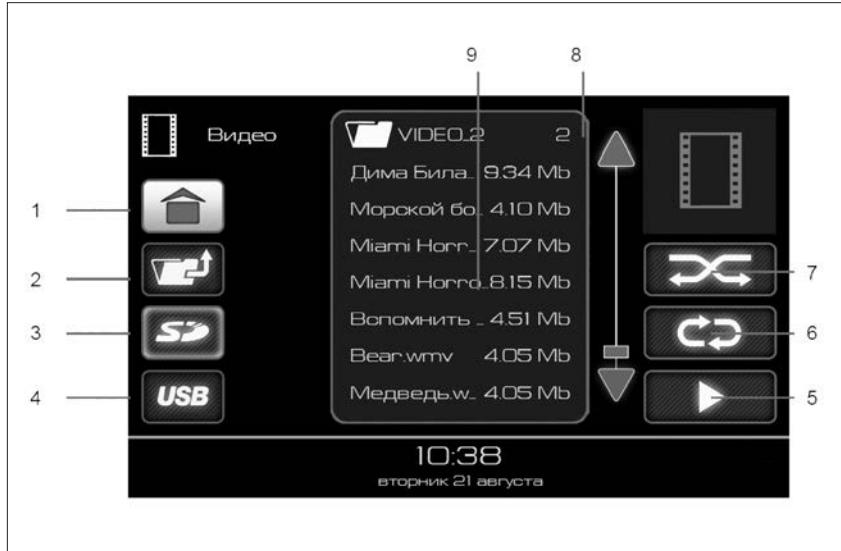
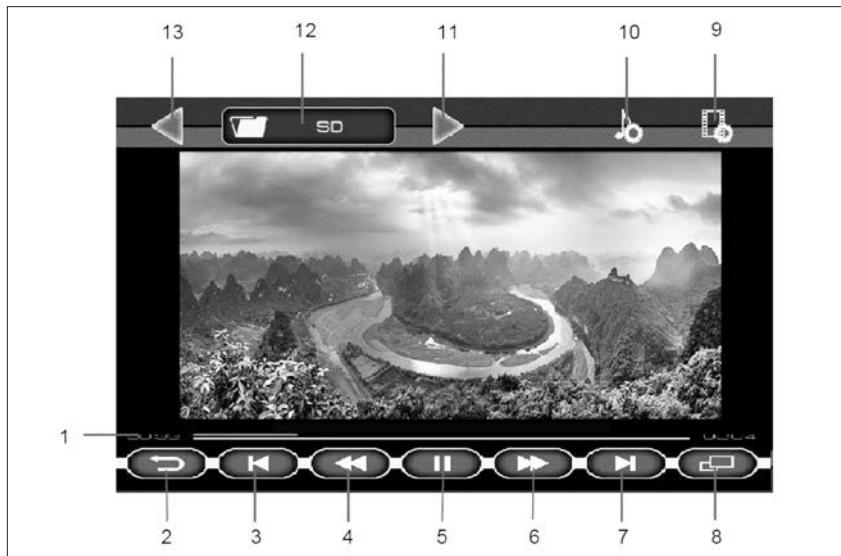

Рис. 58. Окно режима «ВИДЕО»
Рис. 59. Окно проигрывания видеофайлов
Примечание. При нахождении режима «**Видео**» в состоянии пауза (индикатор 5, рис. 59), повторный вход переведет MMC в режим проигрывания видеофайла.
Доступные для воспроизведения видеофайлы и папки отображаются в списке (9). Двойное нажатие на изображении папки  отобразит список видеофайлов в этой папке. Для выхода из папки нужно нажать кнопку **2** (рис. 58).
- двойное нажатие на выбранный файл позволяет воспроизвести именно его, при этом доступна кнопка включения режима повторного воспроизведения (кнопка **6**, рис. 58).
дения файлов (кнопка **6**, рис. 58) позволяет воспроизвести все видеофайлы, находящиеся в списке (9).
- выбор папки одиночным нажатием на изображении папки , в списке (9) (рис. 58), а затем нажатие кнопки воспроизведения файлов (кнопка **5**, рис. 58) позволяет воспроизвести все видеофайлы, находя-
Для включения полноэкранного режима воспроизведения нажать кнопку **8** (рис. 59) или на изображение.
Если при воспроизведении видеофайла нажать на кнопку «II» (5) (рис. 59), а затем нажать на кнопку возврата (кнопка **2**, рис. 58), то произойдет переход в главное меню, и в кнопке **8 «Видео»** (рис. 53) появляется индикатор паузы. Этот режим позволяет вернуться к воспроизведению видеофайла с того места, где была поставлена пауза.
Доступные для просмотра файлы и папки отображаются в списке (9), (рис. 58). Для отображения списка файлов внутри папки нужно нажать на изображение папки  в списке (9). Для выхода из папки нужно нажать кнопку **2**.
Нажмите на изображение файла в списке и кнопку **5** (рис. 58) либо дважды нажмите на выбранный файл для запуска просмотра файлов, начиная с выделенного в списке курсором. Для организации слайд-шоу должен быть включен режим повторного воспроизведения. MMC перейдет в окно проигрывания файлов изображений.